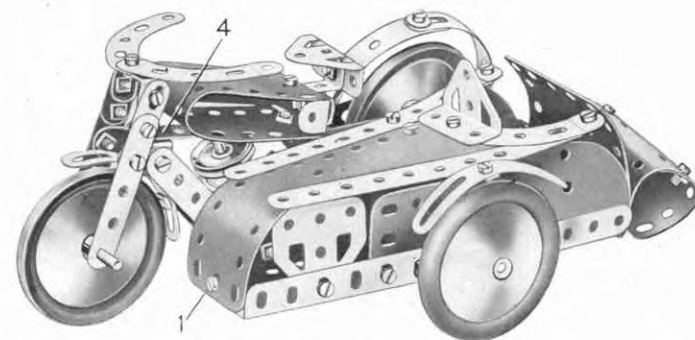

Fig. 4.25a
Le cylindre du moteur consiste en deux poulies de 25 mm. montées sur une tringle de 5 cm. dont une des extrémités est passée dans la bande (4) (fig. 4.25a) formant le dessus du châssis. L'autre extrémité de la tringle est fixée entre les deux boulons qui relient les disques au châssis.